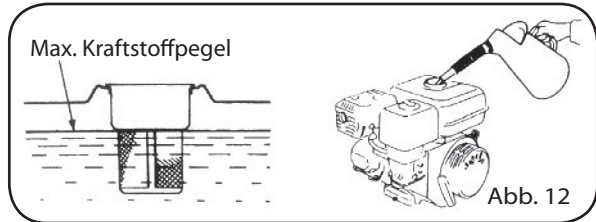

Abb. 12
Fassungsvermögen des Tanks: 3,6 Liter (Abb.12).
- Ist dieser zu niedrig, muss er aufgefüllt werden. Bedenken Sie, dass der Kraftstoff nicht die Schulter des Benzinfilters übersteigen darf (Abb. 12).